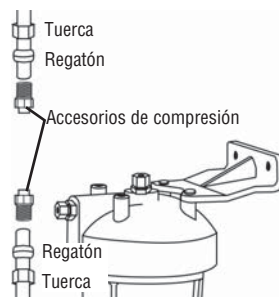

Figura 7
7. Se requieren dos accesorios de compresión para los extremos del tubo. Verifique el tamaño del tubo. Use accesorios de compresión de 5/8 x 3/8 de pulgada, 3/8 x 3/8 de pulgada ó 1/2 pulgada x 3/8 de pulgada según sea necesario. Deslice la tuerca y el regatón sobre la tubería del agua como se indica y ajuste los accesorios en su lugar. (Figura 7)